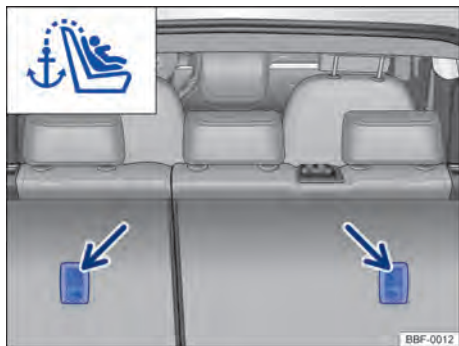

Fig. 45 Olhal de retenção para o cinto de fixação superior no lado de trás do banco traseiro.
- Caso seja fornecido juntamente com a cadeira de criança, colocar o cinto de fixação superior (Top Tether) da cadeira de criança entre o encosto do banco traseiro, fixando-o no terminal de engate existente na parte posterior do encosto do banco → Fig. 45.